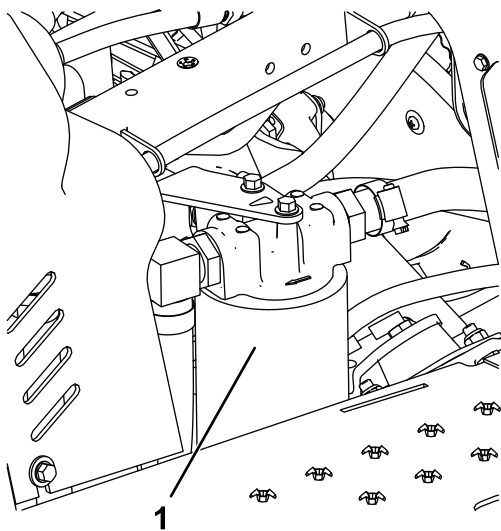

Bild 42
4. Stellen Sie eine Auffangwanne unter den Hydraulikfilter, der sich links an der Maschine befindet (**Bild 42**).
7. Montieren Sie den neuen Hydraulikfilter (Bild 42), indem Sie ihn von Hand soweit eindrehen, bis die Dichtung den Filterkopf berührt, und ziehen Sie den Filter dann um eine weitere $\frac{3}{4}$ Umdrehung an.